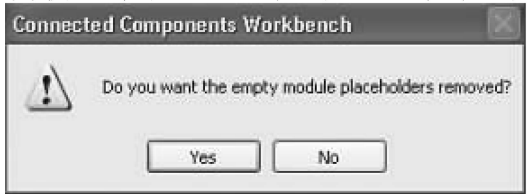

图 3-19 对话框
- 2）出现一个是否清除模块占位符的对话框，如图 3-19 所示，点击 “No”。